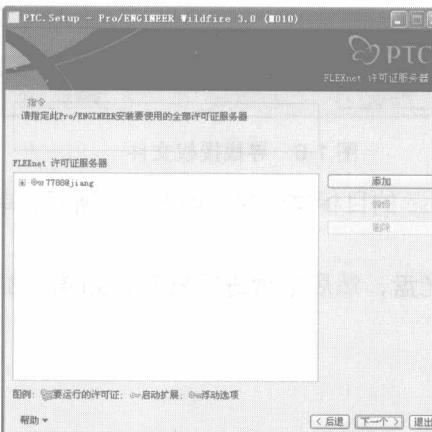

图 1-11 许可证服务器
(10) 单击 **下一个 >** 按钮，在界面中会自动出现许可证服务器，如图 1-11 所示。